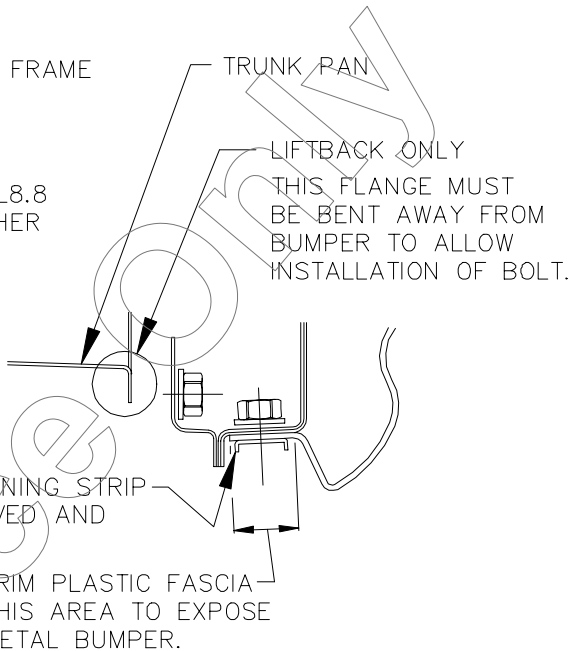

FIG. 2
3. REMOVE RETAINING STRIP AND TRIM. TRIM PLASTIC FASCIA TO EXPOSE METAL BUMPER (SEE FIG. 2).